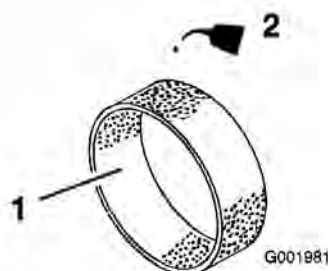

Figura 44
4. Ponga 30-60 ml de aceite en el elemento (Figura 44).